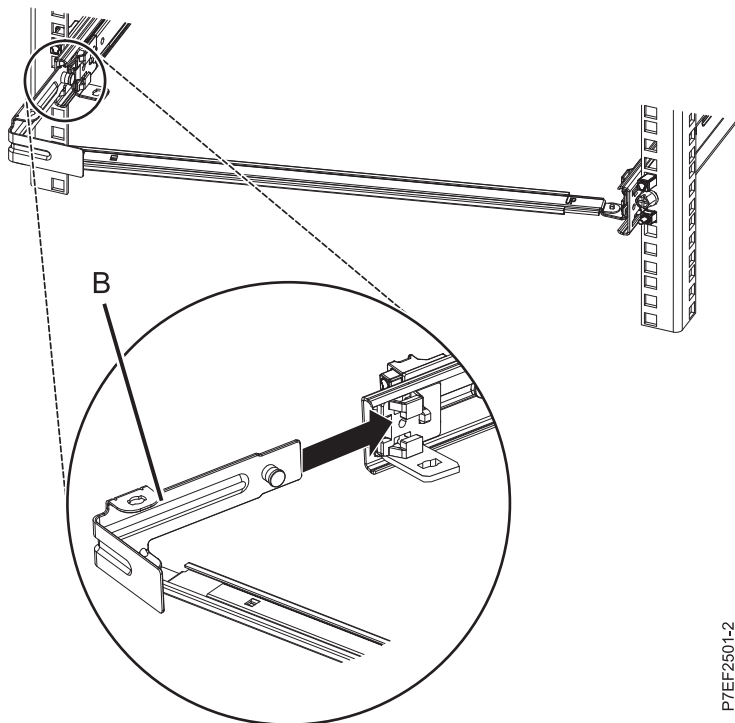

Figura 12. Tendido de la patilla e instalación de la abrazadera en el riel deslizante
4. Conecte la pieza de sujeción de tope de portacables (**B**) a la ranura en la parte interior del lado izquierdo deslizando la pieza de sujeción de tope (**B**) en el riel deslizante hasta que el pestillo accionado por resorte quede fijado. Para obtener detalles, consulte Figura 12.